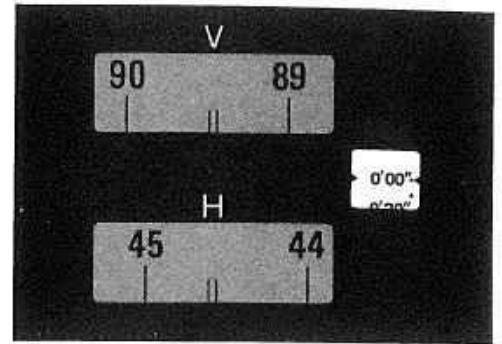

図17
1) マイクロつまみ③を回して、分・秒窓に表示される数字を $0' 00''$ に合わせます。(図17)